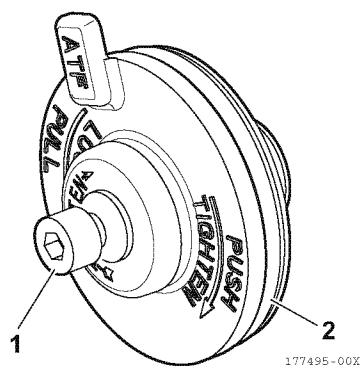

Figura 15
6. Se necessario, allentare la vite di assemblaggio (1, **Figura 15**) di qualche giro per facilitare la rimozione dell'O-ring (2, **Figura 15**).